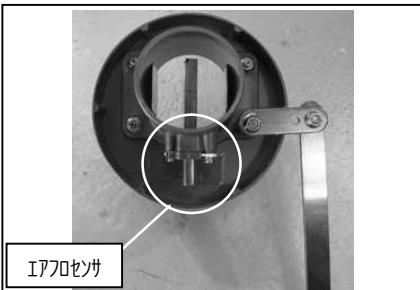

図5
- ①エアフロアダプターへ、M4 ビスを使いエアフロセンサを取り付けます。図5参照
- ②エアフロアダプターへアダプター、ステー、カラー、整流プレートを取り付けます。